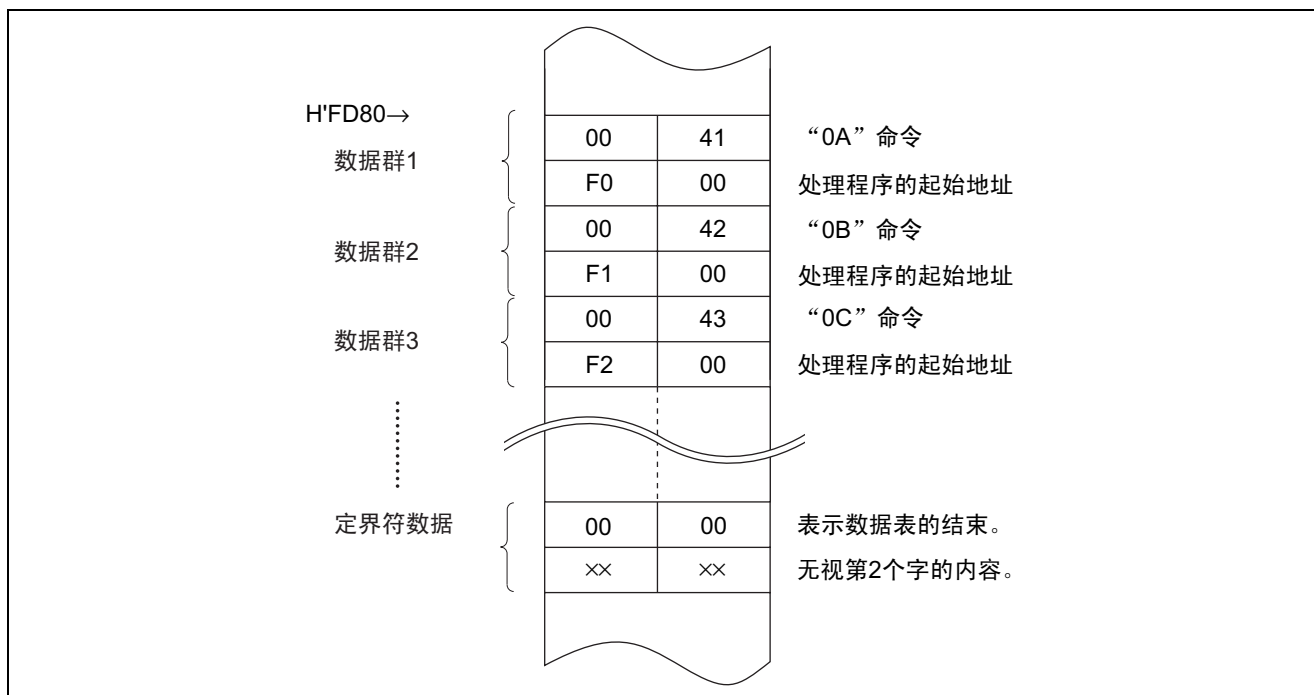

图 5-2 数据表的例子
一旦如①设定输入参数，就参照图 5-2 的数据表，如②将处理程序的起始地址设定到 R4。
(3) 在执行软件 CCASE 时，预先需要如图 5-2 所示的数据表。
以下说明有关图 5-2 的数据表：